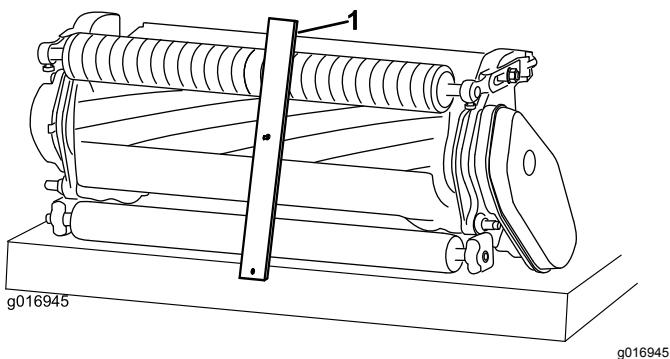

Figura 19
3. Agganciate la testa della vite sul tagliente della controlama, e appoggiate la parte posteriore della barra sul rullo posteriore (**Figura 19**).